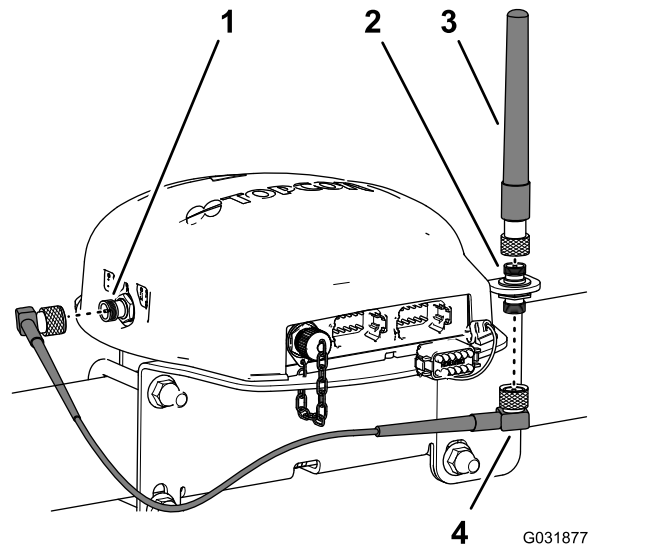

Рисунок 128
3. Подсоедините антенну RTK к верхнему фитингу коаксиального разъема и затяните с рифленую гайку на антенне от руки (Рисунок 128).
4. Подсоедините, не затягивая, кабель антенны к нижнему фитингу коаксиального разъема (Рисунок 128).
5. Проложите кабель вокруг задней части навигационного приемника к коаксиальному разъему сотового модема CDMA или GSM (Рисунок 128).
6. Подсоедините кабель антенны к коаксиальному разъему сотового модема CDMA или GSM (Рисунок 128).